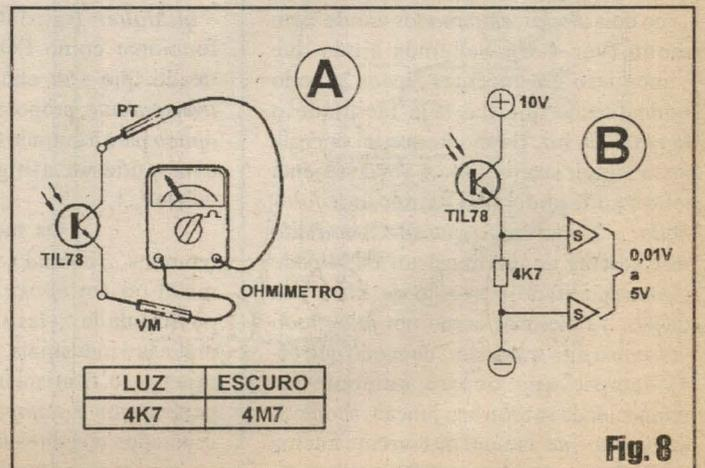

Fig. 8
**- FIG. 8 -- TESTANDO FOTO-TRANSISTORES, E DETERMINANDO NÍVEIS DE SINAL... -** Como todos os outros semicondutores, o foto-transistor também é um componente polarizado, e assim é possível efetuar-se testes bastante elucidativos usando um simples OHMÍMETRO (multímetro chaveado para ler resistência...), conforme indica o diagrama (em 8-A...). Aqui é bom lembrar (já falamos sobre isso, em oportunidades anteriores...) que num multímetro de ponteiro, comum, chaveado para funcionar como ohmímetro, normalmente a polaridade das pontas de prova fica invertida, ou seja: a ponta preta resulta positiva e a vermelha fica negativa... Usando como exemplo o TIL78 (um foto-transistor popular e barato...), sob luz intensa será medido cerca de 4K7 (ou resistência ainda menor...) e na completa escuridão a medição resultará em cerca de 4M7, ou mais... Teoricamente, o distanciamento entre esses dois limites, em ohms, é ainda maior, porém podemos partir dos mencionados valores para um exemplo básico a ser encontrado num teste feito com ohmímetro, nos mais diversos foto-transistores... A consequência dessa faixa de variação (8-B) é que num arranjo típico